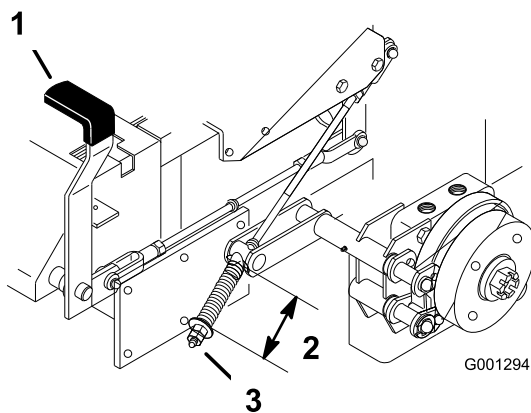

Figura 54
2. Mida la longitud del muelle. La medida debe ser de 64 mm entre las arandelas (Figura 54).
3. Si es necesario un ajuste, quite el freno de estacionamiento, afloje la contratuerca que está debajo del muelle y ajuste la tuerca que está directamente debajo del muelle (Figura 54). Gire la tuerca hasta obtener la medida correcta. Gire la tuerca en el sentido de las agujas del reloj para acortar el muelle y en el sentido contrario a las agujas del reloj para alargar el muelle.